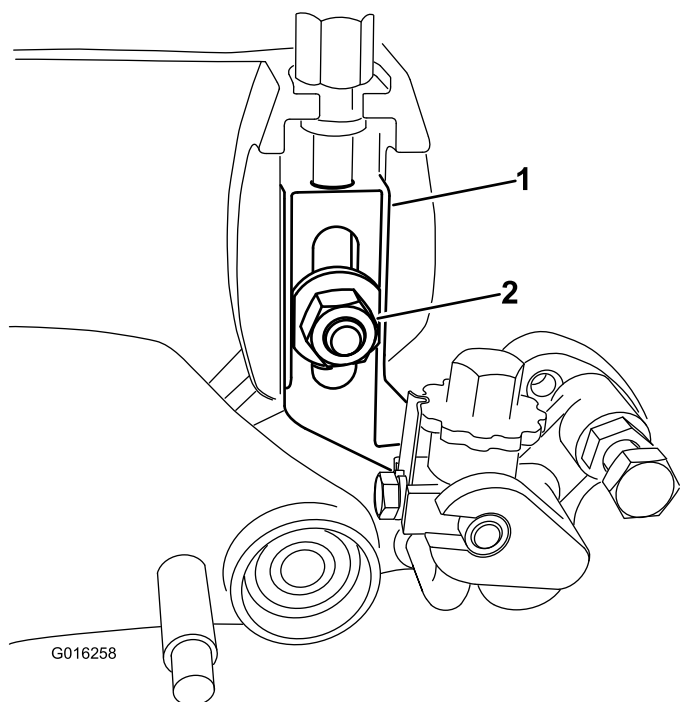

Figura 33
5. Rimuovete il bullone dell'aratro, il dado e la rondella che fissano il gruppo del braccio dell'altezza di taglio alla piastra laterale (**Figura 33**).